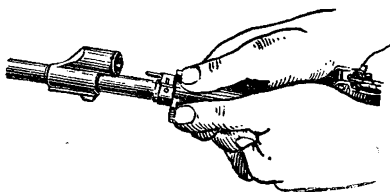

Рис. 21. Сдвигание соединительной муфты
6) **Отделить цевье** (цевье отделяется в редких случаях: при удалении складской смазки, после попадания автомата или пулемета в воду и т. п.). Взять автомат (пулемет) левой рукой за цевье, правой рукой с помощью отвертки или пенала принадлежности повернуть замыкатель цевья на пол-оборота вперед; большими пальцами обеих рук (рис. 21) сдвинуть соединительную муфту с цевья к газовой камере; подать цевье вперед и отделить его от ствола.